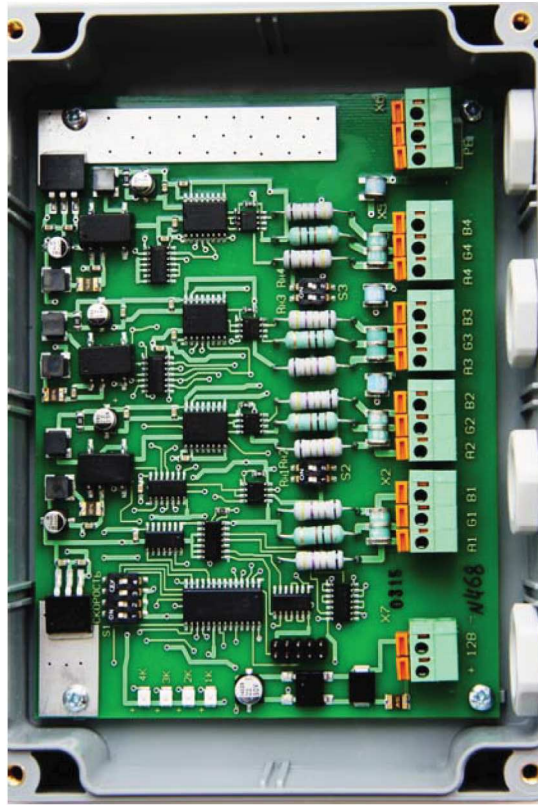

Рис. 1. Общий вид платы ПРТ-1/3
1. Общий вид платы ПРТ-1/3 показан на рис. 1.